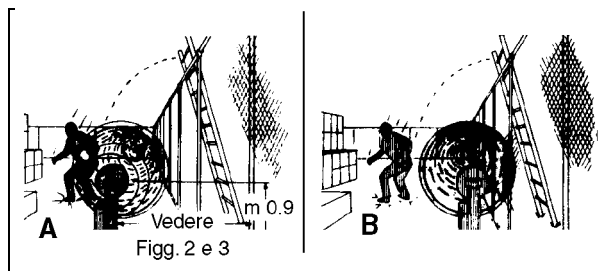

Fig. 12
4. **Migliore sicurezza.** Scegliere la dislocazione migliore come sicurezza e come assenza di falsi allarmi. Dislocare sempre la barriera all'interno di un recinto o di una zona comunque protetta dall'ingresso di veicoli o di grossi animali. L'altezza tipica di fissaggio deve essere compresa tra m 0,7 e m 1 dal terreno, la distanza dalla rete deve essere tale da garantire un'efficace protezione (Fig. 12).